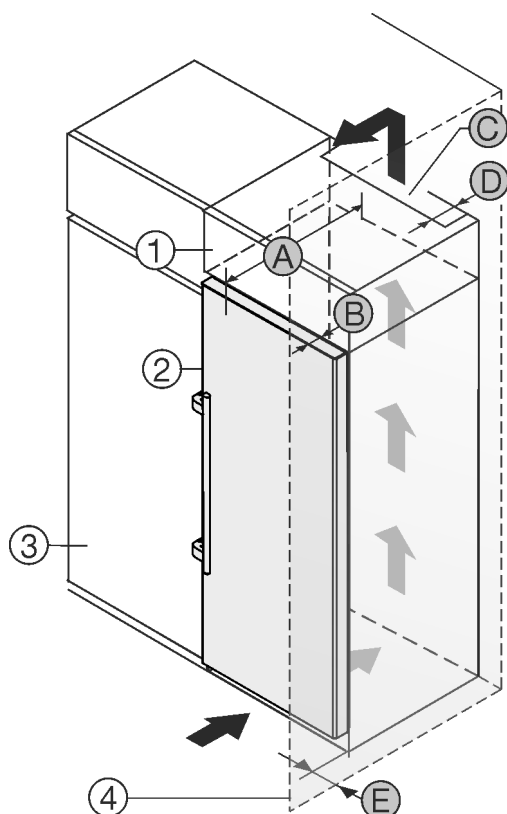

Fig. 2
Urządzenie można ustawić bezpośrednio obok szafki kuchennej Fig. 2 (3)*.
Na tylnej ścianie szafki nasadzonej wymagany jest wywiewny kanał wentylacyjny o głębokości Fig. 2 (D) na całej szerokości szafki.*
Pod sufitem pomieszczenia należy zachować przekrój wentylacyjny Fig. 2 (C)*.
Jeżeli urządzenie będzie ustawiane z zawiasami do ściany Fig. 2 (4), to pomiędzy urządzeniem i ścianą należy zachować minimalny odstęp, wynoszący 57 mm. Na taką odległość wystaje klamka przy otwartych drzwiach.*
By móc całkowicie otworzyć drzwi, urządzenie musi wystawać przynajmniej o głębokość drzwi Fig. 2 (B) za front szafki kuchennej. W zależności od głębokości szafek kuchennych Fig. 2 (3) oraz od zastosowania elementów dystansowych urządzenie może wystawać jeszcze bardziej.*